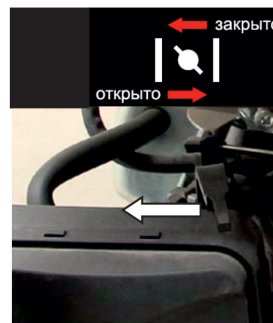

Рис. 11
2. При пуске холодного двигателя рычаг привода воздушной заслонки переведите в положение «Закрыто» (рис. 11)